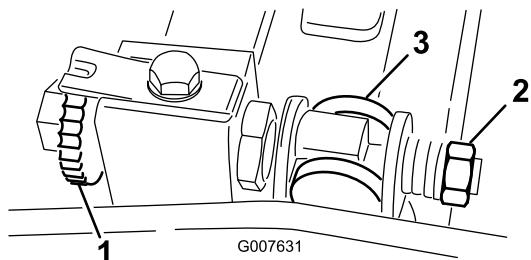

Figura 48
1. Girate in senso antiorario la vite di regolazione della barra di appoggio per allontanare la controlama dal cilindro (Figura 48).
2. Svitate il dado di tensionamento della molla finché la rondella non è più tesa contro la barra di appoggio (Figura 48).